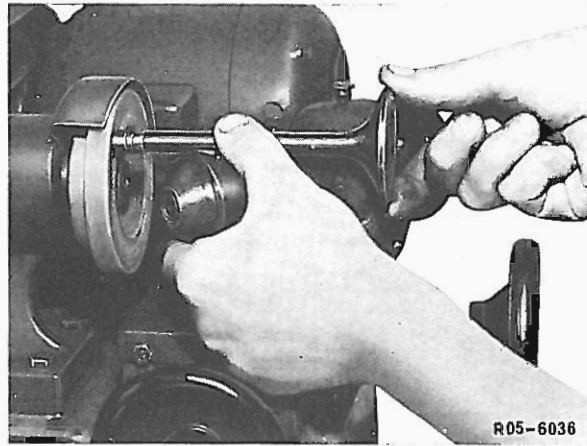

Bild 3
- 9 Auf der an der Ventilschleifmaschine angebrachten Prismaauflage kann das Planschleifen des Ventilschaftendes vorgenommen werden (Bild 3).